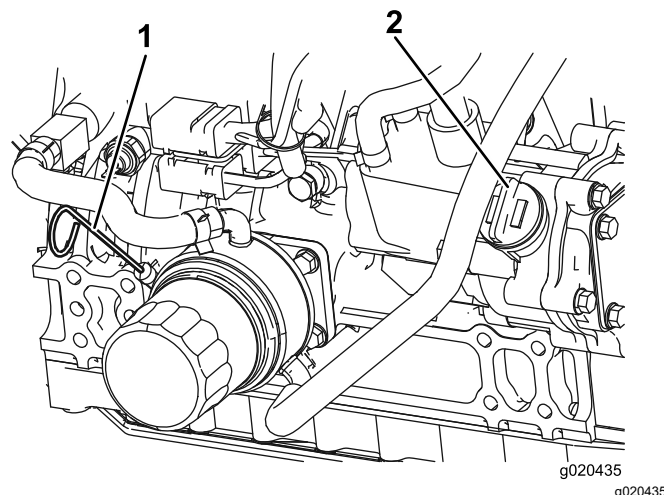

Figura 76
Il livello dell'olio deve trovarsi tra i parametri di sicurezza (Figura 76).
4. Se l'olio non raggiunge i parametri di sicurezza, togliete il tappo di riempimento (Figura 76) e aggiungete olio finché il livello non raggiunge la tacca Pieno.